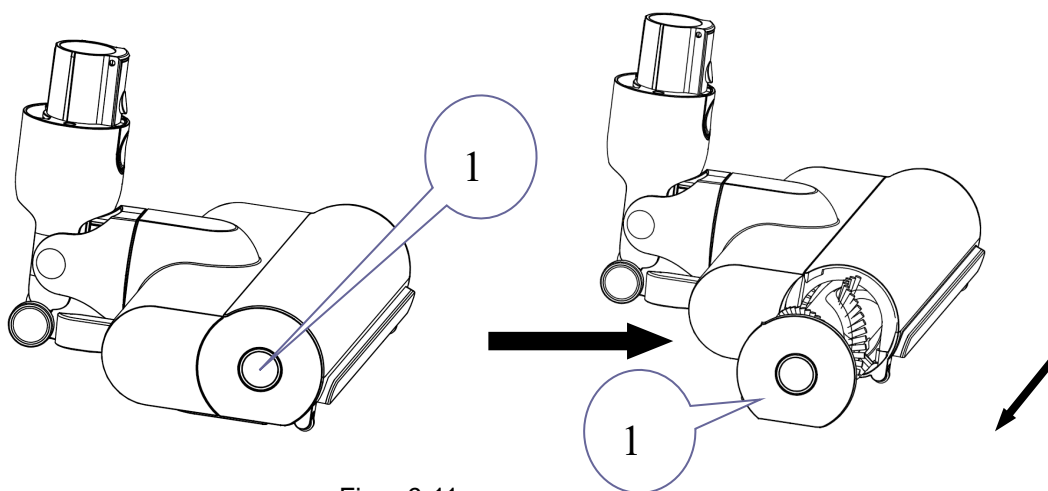

Figur 6-9
6.4 Skyv filteret (nr. 7) tilbake på støvkoppen og roter det med klokken for å feste det. Sett HEPA-filteret (nr. 6) tilbake på filteret (vær oppmerksom på posisjonspilen som er angitt i på nr. 6 og nr. 7). Se figur 6-9. Sett kroken (nr. 9) inn i hullet (nr. 10), og skyv deretter støvkoppen inn i hovedenheten. Se figur 6-10.